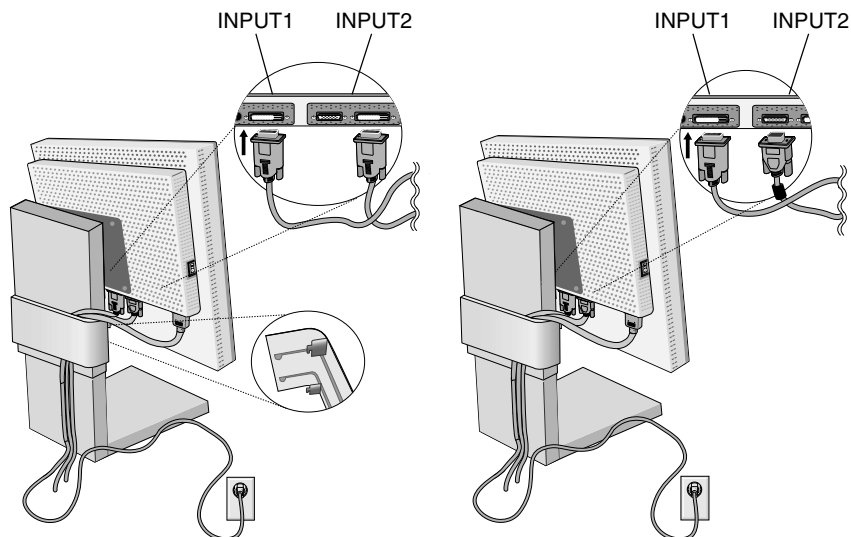

Figura C.1
3. Collegare il cavo segnali DVI al connettore sul retro del monitor. Posizionare il cavo segnali video (**Figura C.1**). Collegare solo VGA o DVI all'input 2.
Raccogliere i cavi e tenerli nel supporto con la copertura cavi fissata. La copertura cavi può essere fissata sulla parte anteriore o posteriore del supporto inclinato (**Figura C.1, C.2**).
4. Collegare un'estremità del cavo di alimentazione all'ingresso c.a. sul retro del monitor e l'altra estremità alla presa di alimentazione (**Figura C.1**).